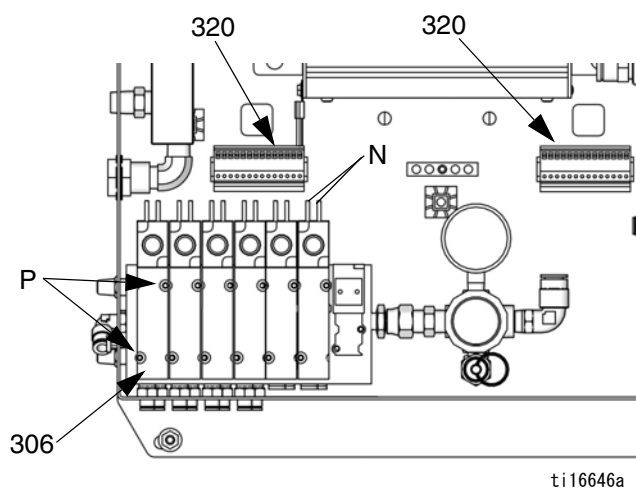

図 3. 単一のソレノイドの交換
3. ハーネス（320）から2つのソレノイドワイヤ（N）の接続を取り外します。図3を参照してください。